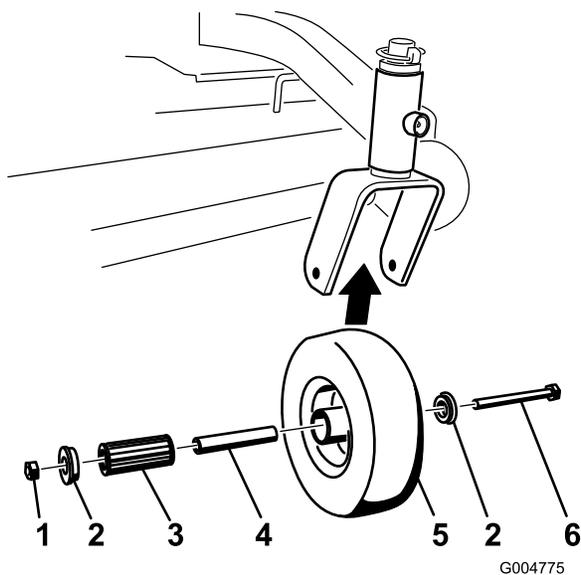

Figura 34
4. Inspeccione el cojinete de rodillos, los casquillos, el casquillo intermedio y el interior del cubo de la rueda para comprobar que no están desgastados. Cambie las piezas defectuosas o desgastadas (Figura 34).
5. Para montar el conjunto, coloque un casquillo en el cubo de la rueda. Engrase el cojinete de rodillos y el casquillo intermedio y deslícelos en el cubo de la rueda. Coloque el segundo casquillo en el cubo de la rueda (Figura 34).
6. Instale la rueda giratoria en la horquilla y fíjela con el perno y la contratuerca. Apriete la contratuerca hasta que el casquillo intermedio se apoye contra el interior de las horquillas de las ruedas giratorias (Figura 34).
1. Retire la contratuerca y el perno que sujetan la rueda giratoria a la horquilla (Figura 34).
2. Retire un solo casquillo y tire del casquillo intermedio y del cojinete de rodillos para sacarlos del cubo de la rueda (Figura 34).
3. Retire el otro casquillo del cubo de la rueda y limpie la grasa y la suciedad del cubo de la rueda (Figura 34).